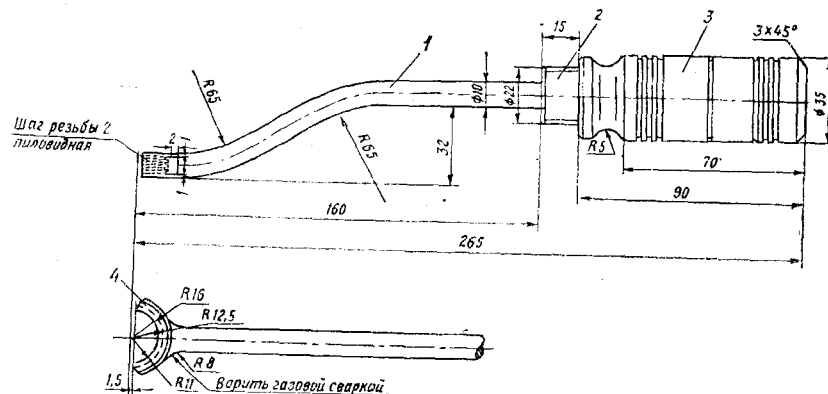

Рис. 22. Приспособление для очистки штоков клапанов выпуска:
23. Введите в окно выпуска приспособление для очистки штока клапана (скребок) (рис. 22). Плотнo прижмите приспособление ножами к штоку клапана и вращательно-поступательным движением клапана с помощью второго приспособления с цанговым зажимом очистите шток от нагарообразований.